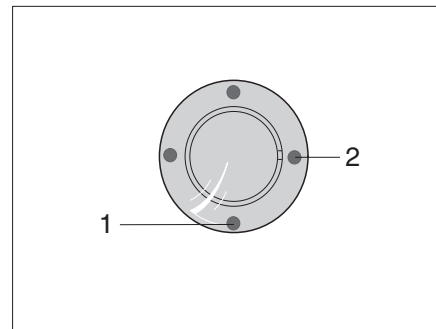
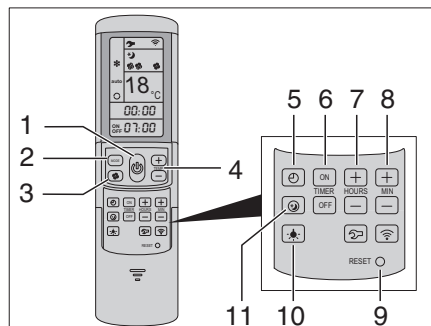

Bild 303 IR-mottagare/funktionsindikeringsring
Bild 304 Fjärrstyrning
Klimatanläggningen är monterad på fordonets tak. Fjärrstyrningen (Bild 304) för klimatanläggningen finns i köket.
- Anslut fordonet till 230 V-försörjningen. Klimatanläggningen är driftklar. Den blåa lysdioden (Bild 303,1) lyser.
- Tryck på knappen (Bild 304,1) på fjärrstyrningen för att slå på. Den blåa lysdioden (Bild 303,1) blinkar.
- Ställ in önskat driftläge med knappen MODE (Bild 304,2).
- Ställ vid behov in önskat fläktsteg med knappen (Bild 304,3) och rumstemperaturen med knapparna (Bild 304,4).
Nås den inställda temperaturen på fjärrstyrningen slocknar den blåa lysdioden (Bild 303,1), kompressorn stängs av och cirkulationsfläkten körs vidare.
- Tryck på knappen (Bild 304,1) på fjärrstyrningen igen.
- Slå på med knappen (Bild 304,1) på fjärrstyrningen för programmering av klimatanläggningen.
- Ställ in önskat driftläge med knappen (Bild 304,2) och rumstemperaturen med knapparna (Bild 304,4).
- Välj önskad funktion med knapparna (Bild 304,6).
- Välj önskad kopplingstid (15 minuter till 24 timmar) med knapparna (Bild 304,7 och 8).
- Bekräfta inställningen med knapparna "ON" eller "OFF" (Bild 304,6).